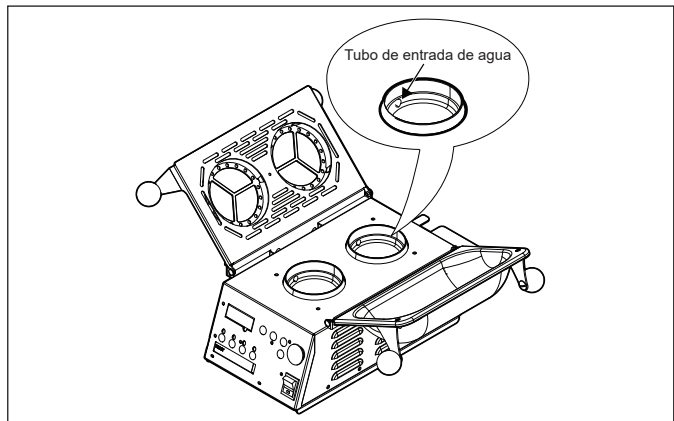

Figura 7. Tubo de entrada de agua
1. Con la unidad enfriada, inserte un clip enderezado dentro de la abertura del tubo de entrada de agua a una profundidad de no más de 38 mm (1 1/2 pulgadas) (Figura 7).